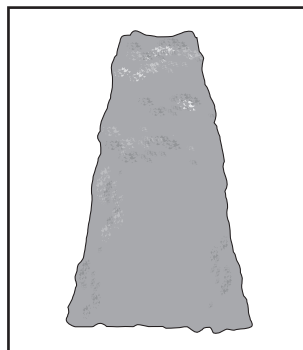

Fig. 8
**REMARQUE :** Concernant la forme de coupe, une forme trapézoïdale est recommandée (Fig. 8). Une coupe trapézoïdale correspond à la croissance naturelle des plantes. Elle favorise au mieux la croissance de la haie, car elle expose la partie inférieure de la haie à davantage de lumière.